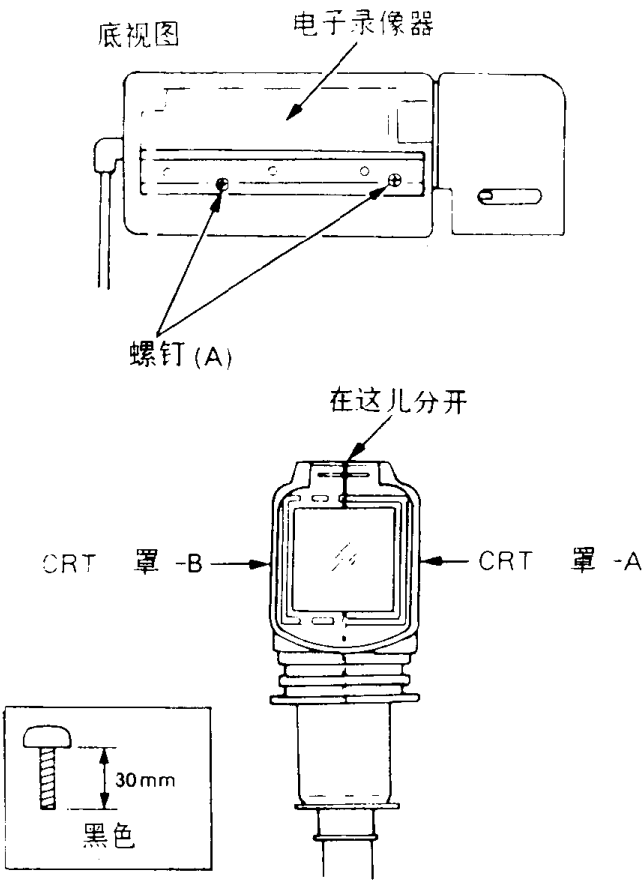

图 2-21
- (1) 拧去电子寻像器底部的两只螺钉(A), 卸下底板。
- (2) 如图 2-21 所示从阴极射线管(CRT)罩 A 上取下 CRT 罩 B。